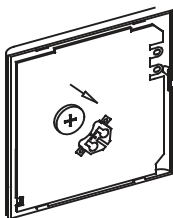

Figure 7 – Installation des piles
1. Placez la batterie dans l'unité et assurez-vous que le côté positif de la batterie correspond à la polarité (voir fig. 7).